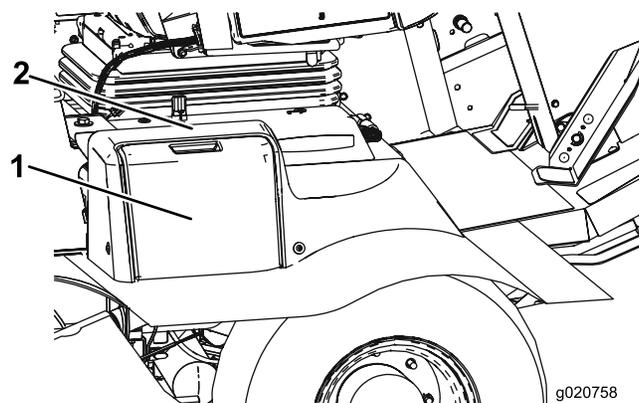

Рисунок 53
1. Откройте крышку аккумуляторной батареи сбоку на коже (Рисунок 53).
Примечание: Нажмите на плоскую поверхность над крышкой аккумуляторной батареи, чтобы облегчить снятие крышки (Рисунок 53).